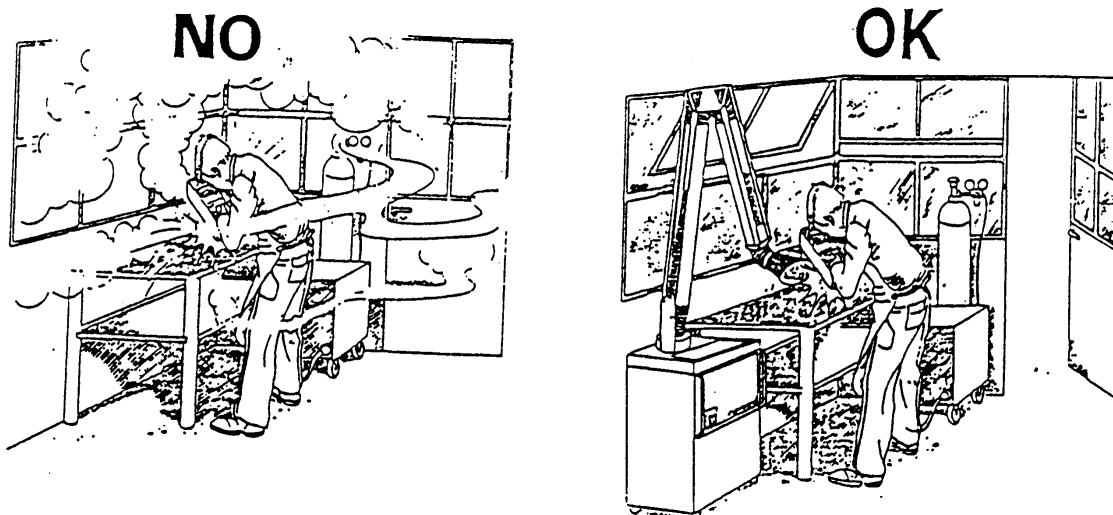

FIG.6
- L'area di saldatura deve essere fornita di un' adeguata aspirazione locale che può essere data da una cappa di aspirazione o da un sistema precostruito sul banco di lavoro che provveda all'aspirazione dai lati, davanti e sotto, ma non sopra al banco così da evitare il formarsi di polvere e fumi. L'aspirazione locale deve essere abbinata ad una adeguata ventilazione generale ed al ricircolo d'aria specialmente quando si sta lavorando in uno spazio ristretto (Fig.6). Qualsiasi sintomo di fastidio o dolore agli occhi, al naso o alla gola può essere causato da una inadeguata ventilazione; in tal caso interrompete immediatamente il lavoro e provvedete all'adeguata ventilazione dell'area.